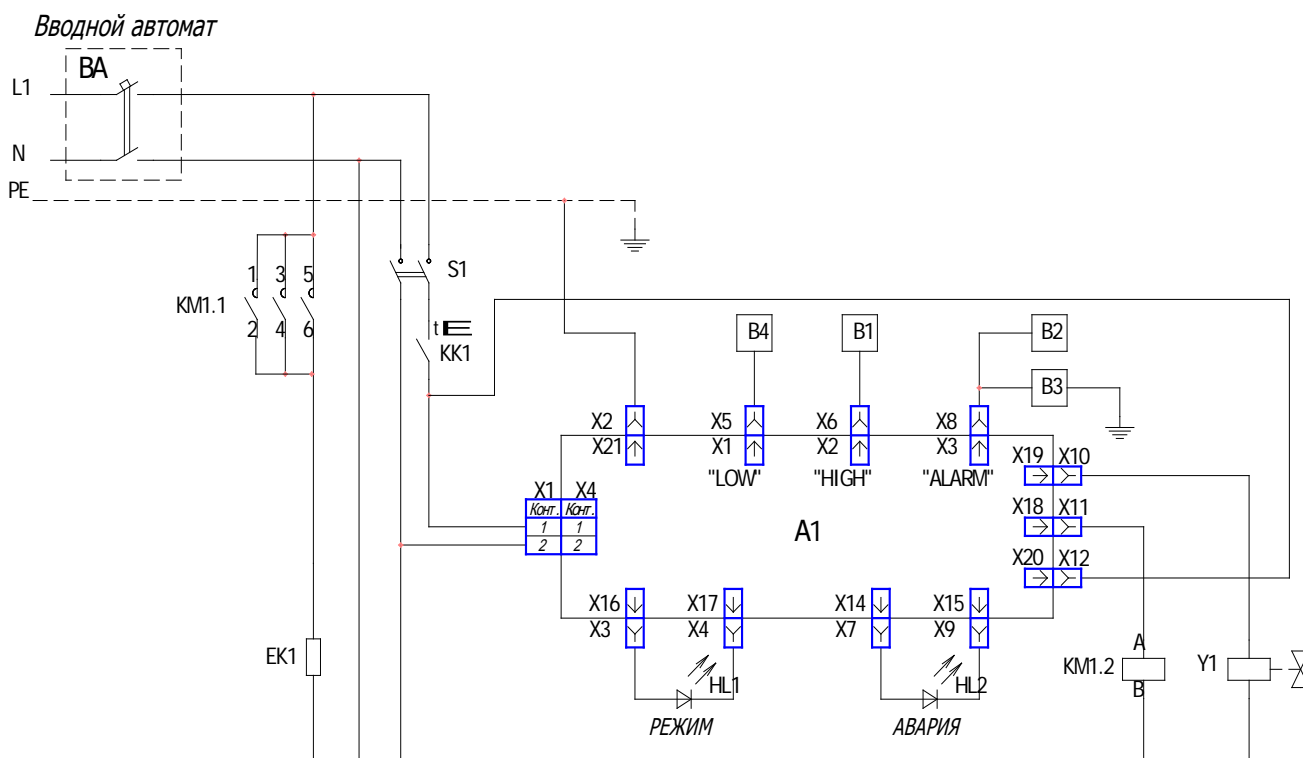

Рисунок 3. Схема электрическая принципиальная аквадистиллятора электрического Liston A 1104
4.2.2.1. Подключение аквадистиллятора к сети производится с помощью вводного автоматического выключателя ВА (Рисунок 3, Рисунок 4), устанавливаемого потребителем и предназначенного для защиты от перегрузок и коротких замыканий электрических цепей напряжением до 500 В переменного тока, оперативных включений и отключений указанных цепей, выбирается из расчета установки по току срабатывания $10I_n$ (где I_n -номинальный ток).